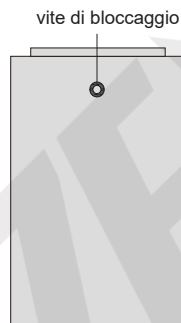

Fig.1
1. Prima dell'uso, allentare la vite di bloccaggio con una chiave inglese (Fig. 1) e pulire la superficie superiore e quella inferiore.